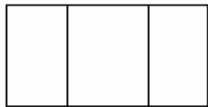

图 9-37
(1)新建图层。在对象特性工具栏上单击按钮，新建图层“轮廓”，“标注”，“轴线”并设置“轴线”为当前层。如图 9-37 所示：